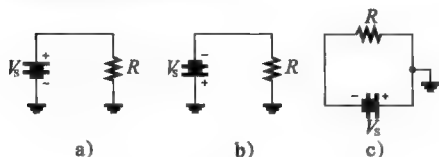

图 3-32 习题 43 图
43. 对于图 3-32 所示的每个电路，给电阻器两端电压标注正确的极性。